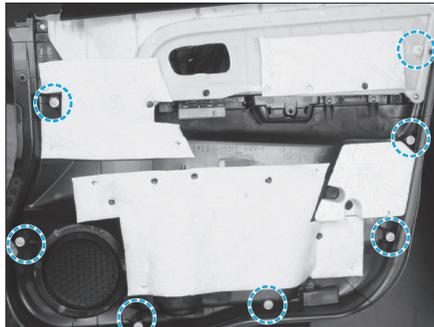

FIG. 46
- Dégrafer la garniture aux endroits indiqués (Fig.46).